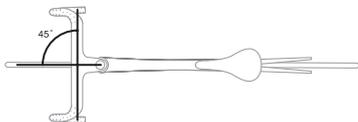

Abb. 1.6: Korrekte Ausrichtung von Lenker und Sattel.
- Stelle sicher, dass der Lenker im 90-Grad-Winkel zum Laufrad steht (siehe Abbildung 1.6).
- Stelle sicher, dass der Sattel mit dem Oberrohr des Fahrrads eine Linie bildet (siehe Abbildung 1.6).